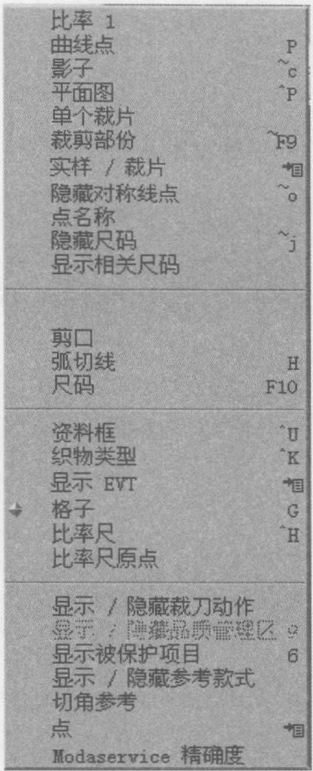

图 1-6
(5) 【显示】设置窗口显示格式及项目，如图 1-6 所示。